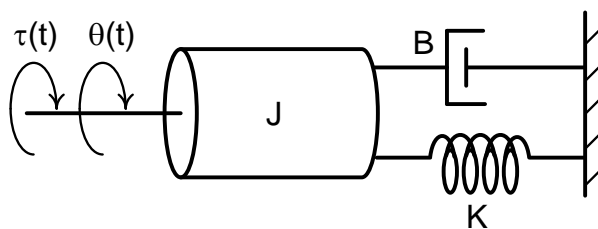

Figura 6
9. Seja o sistema mecânico de rotação ilustrado na Figura 6.